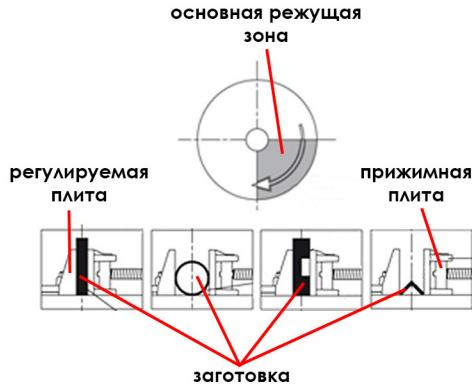

Рис.3
2. Ослабьте быстрозажимной фиксатор прижимной плиты (Рис.3).